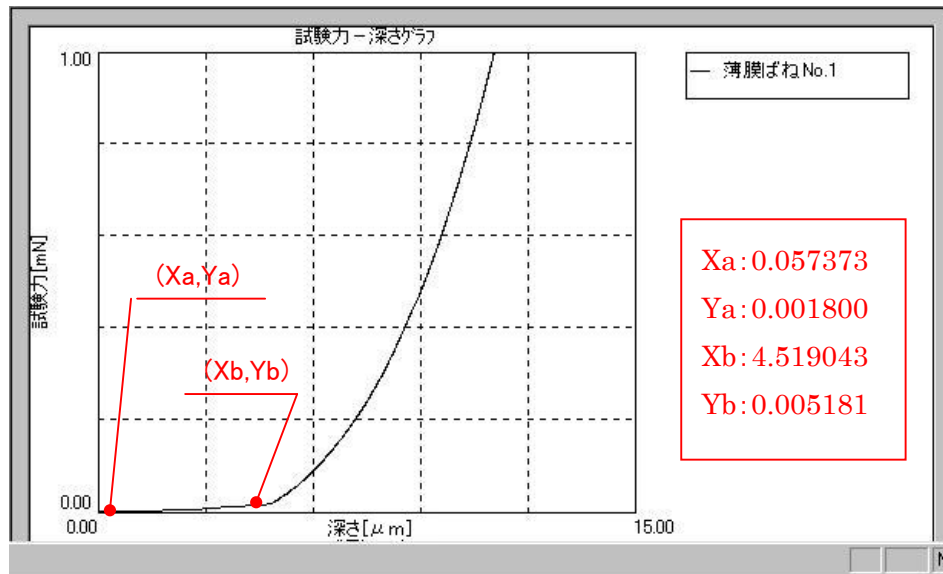

図2 試験力—深さグラフ
1) 試験力 1.0mN で圧子押し込み試験して得られた「試験力—深さグラフ」を図2に示します。図中、赤字で記載の数字は「深さ・試験力・硬さ」データより得られた値(座標)を示します。